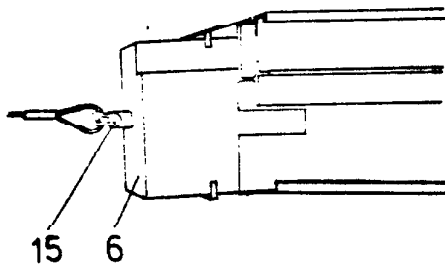

Fig.5
Seil mittels Kettenschloß Fig. 5 Pos. 15 an Gewicht Pos. 6 anbringen. Gewicht in den Schacht des Statives einführen. Dabei ist darauf zu achten, daß sich die Nut am Gewicht auf der Seite des Schachtes befindet, an dem die Schraubenköpfe hineinragen. Gewicht mit einem Stock o. ähnl. etwa bis zur Hälfte des Statives einschleiben. Die selben Arbeiten an der anderen Seite vornehmen.
Fasten the rope at the weight pos. 6 by means of a link Fig. 5 Pos. 15. Put the weight into the shaft of the stand. Please care that the groove of the weight is at that side of the shaft, where the heads of the screws project. Insert the weight with the aid of a stick or something similar up to the middle of the stand. The same procedures must be done at the other side.